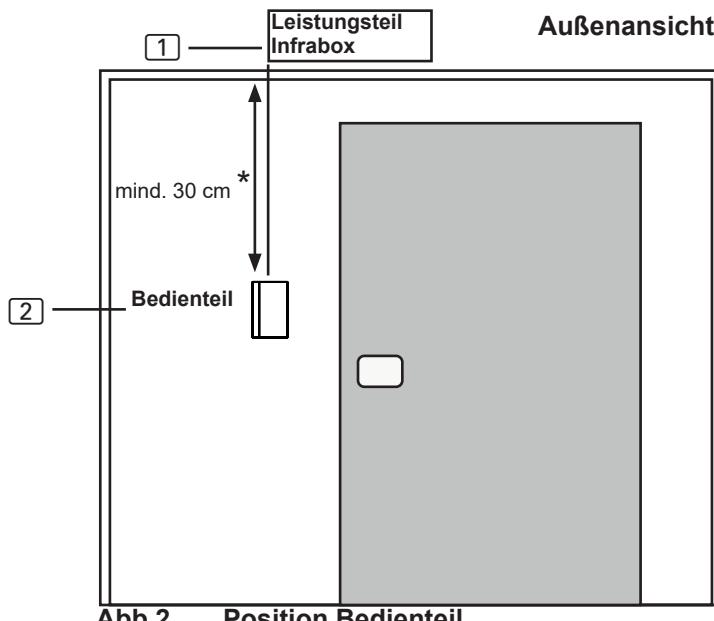

Abb.2 Position Bedienteil
Das Bedienteil [2] der Infrarotsteuerung wird an der Kabinen-Außenwand im maximalen Abstand von 10 Metern zum Leistungsteil [1] montiert (siehe Abb. 2). Für die Montage wird beispielsweise eine handelsübliche Stichsäge benötigt um die Ausnehmung für das Bedienteil zu schneiden. Das Bedienteil kann sowohl in der Kabine als auch außerhalb der Kabine montiert werden.
- * Bei Montage innerhalb einer Infrarotkabine ist ein Mindestabstand von 30 cm zur Kabinendecke einzuhalten (siehe Abb.2 Position Bedienteil auf Seite 11).